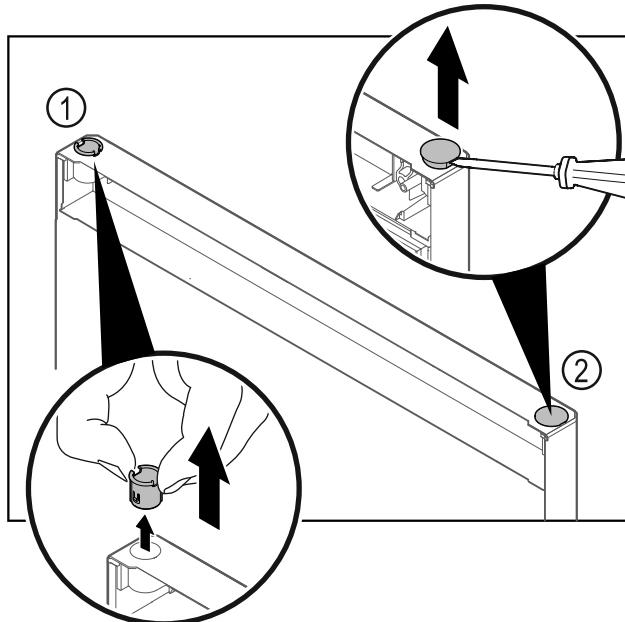

Fig. 29
- Pirštais ištraukite šarnyrinę įvorę Fig. 29 (1).
- Dengiamaji kamštį Fig. 29 (2) atsargiai pakelkite išdrožiniu atsuktuvu ir jį ištraukite.